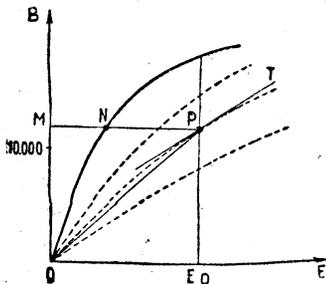

Figure 1
**R**EFORTONS-NOUS à l'abaque qui nous a servi dans l'article précédent à déterminer exactement la valeur à donner à l'entrefer d'une self parcourue par un courant susceptible de saturer le noyau, et dont la figure 1 donne une représentation schématique. On s'aperçoit, après avoir examiné